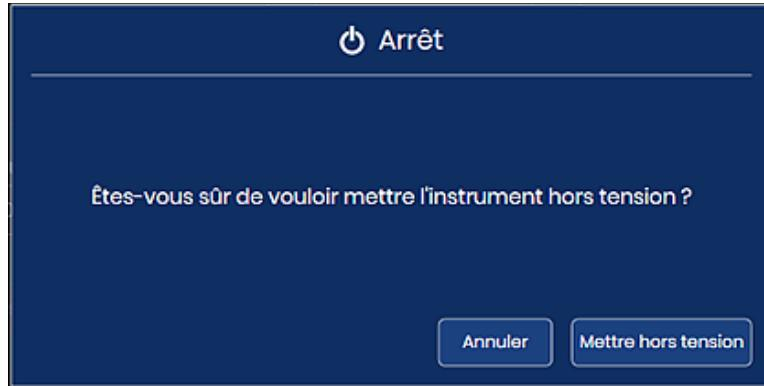

Figure 1-4-24 Confirmer l'arrêt
4. Sélectionner **Mettre hors tension** sur l'écran de confirmation pour poursuivre l'arrêt. (Voir la Figure 1-4-24).